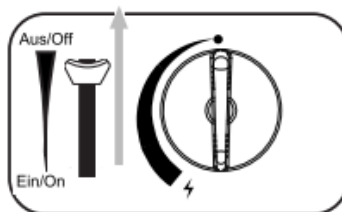

Abb. 10
1. Drehen Sie den Einstelldrehregler (18) auf die **Aus**-Position (17).
3. Nach dem Erlöschen der Flamme drücken Sie den Kartuschenarretierhebel (15) nach oben auf die **Aus/Off**-Position (14). (Abb. 10)
4. Öffnen Sie die Kartuschenschacht-Abdeckung (8) und entnehmen Sie die Kartusche aus dem Kartuschenschacht (6).